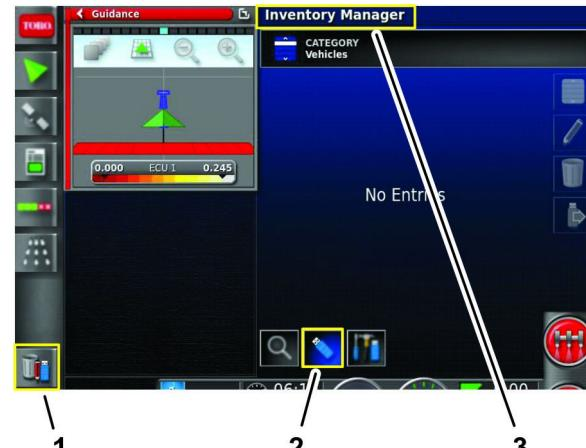

图 102
3. 按“库存管理器”图标 图 102。
4. 如果屏幕顶部的标题注明是库存处理器按“切换视图”图标 图 102。